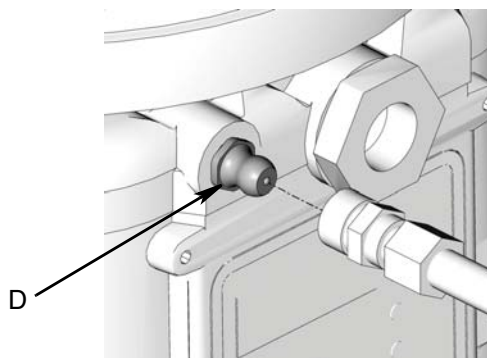

FIG. 21
- Pulire sempre il raccordo di ingresso (D) (FIG. 21) con un panno asciutto pulito prima di riempire il serbatoio. Sporco e/o detriti possono danneggiare la pompa e/o il sistema di lubrificazione.